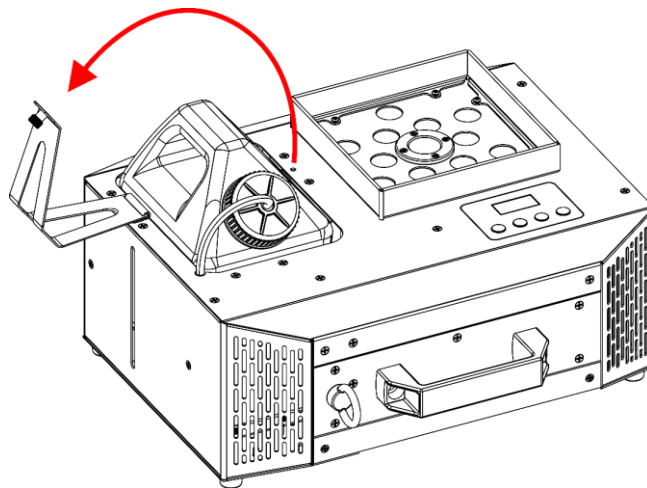

Fig. 39
- 03) Inclinare la **staffa per il serbatoio del liquido (03)**, come mostrato nella Fig. 39.